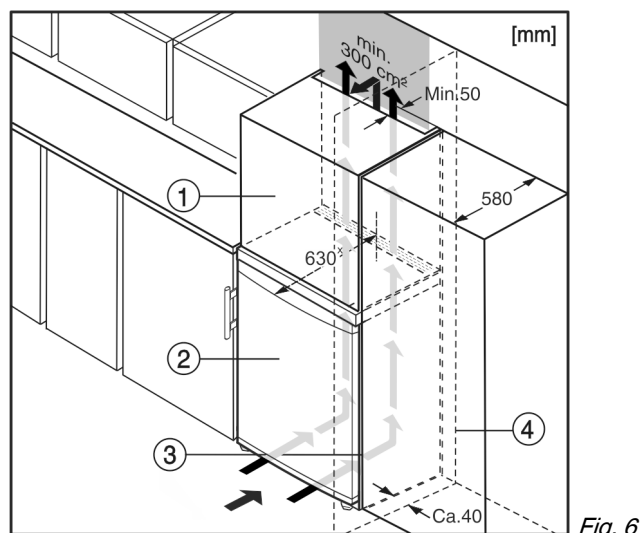

Fig. 6
Zariadenie môže byť zabudované medzi kuchynskými skriňami. Aby sa zariadenie Fig. 6 (2) prispôbilo výške kuchynskej linky, môže sa nad zariadením umiestniť nadstavná skrinka Fig. 6 (1).
Pri vstavaní s kuchynskými skriňami (hĺbka max. 580 mm) je možné zariadenie inštalovať priamo vedľa kuchynskej skrine Fig. 6 (3). Zariadenie vyčnieva nabok 34 mm \* a v strede zariadenia 50 mm \* oproti prednej časti kuchynskej skrine.
Ak je zariadenie umiestnené so zavesením vedľa steny Fig. 6 (4), musí vzdialenosť medzi zariadením a stenou činiť minimálne 40 mm. To zodpovedá presahu držadla pri otvorených dverách.\*